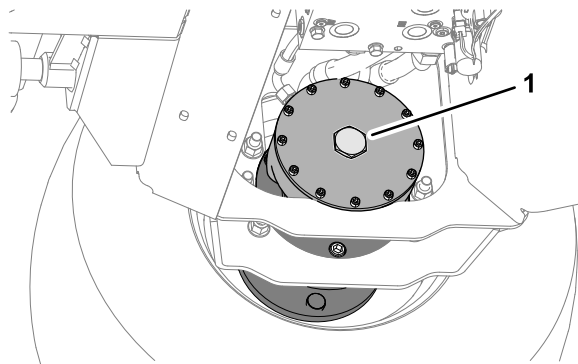

Figura 40
2. Montate il tappo esagonale sulla piastra terminale del motore (Figura 40).
6. Riponete i 2 bulloni 12 x 40 mm e le 2 rondelle da 12 mm che si trovano nelle guide di sostegno della pedana (Figura 40).